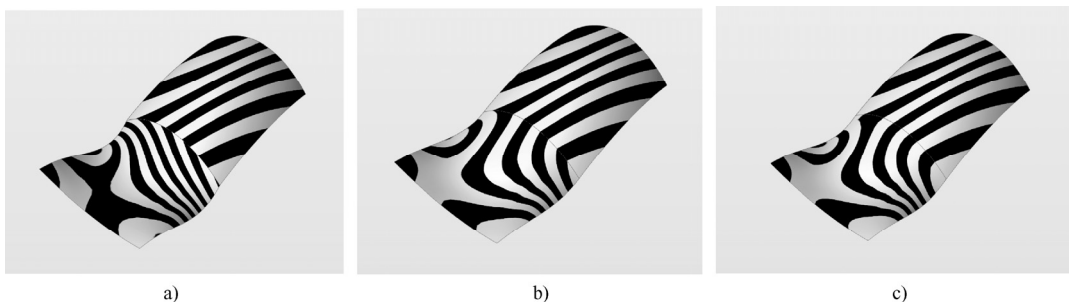

图 4-9 借助斑马条纹观察曲面连续性
- 借助斑马条纹检测：Evolve 中可在视图窗口右上角切换至“斑马条纹”显示模式, 如图 4-9 所示。